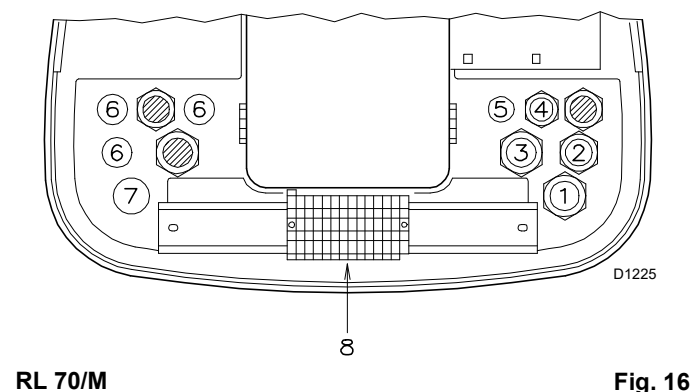
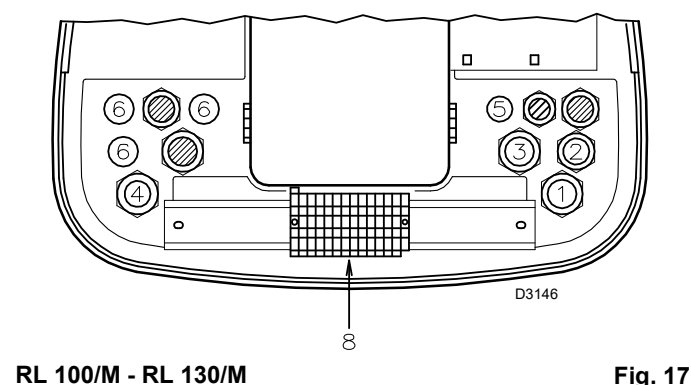

Fig. 16
Fig. 17
6.1.1 Raccordements électriques (Fig. 16)
Tous les câbles à brancher au porte-bornes 8 (Fig. 16 - Fig. 17) du brûleur doivent passer par les passe-câbles.
RL 70/M (Fig. 16)
RL 100/M - RL 130/M (Fig. 17)